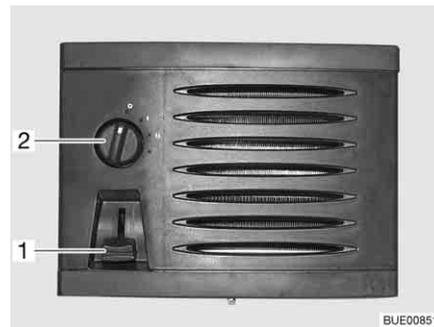

Fig. 130 Boutons de commande d'échangeur de chaleur supplémentaire
- Pousser le régulateur à coulisse (Fig. 130,1) du régulateur de débit vers le bas jusqu'à la position souhaitée. Le circuit d'eau est ouvert.
- Tourner l'interrupteur (Fig. 130,2) du ventilateur à air pulsé dans le sens des aiguilles d'une montre.
- Tourner l'interrupteur de soufflerie (Fig. 130,2) sur "O".
- Pousser le régulateur à coulisse (Fig. 130,1) du régulateur de débit à fond vers le haut.